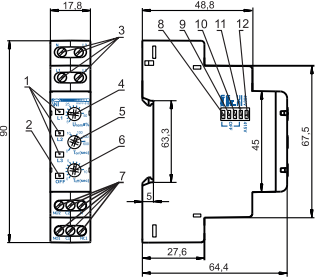

Рисунок 1
- 2) Регулятором **Unom±%** (поз.4 рис. 1) установите необходимый порог срабатывания по максимальному и минимальному напряжению в процентах от номинального напряжения питания сети.
- 3) Регулятором **Toff (sec)** (поз.6 рис. 1) установите время срабатывания защиты.
- 4) Регулятором **Ton(sec)** (поз.5 рис. 1) установите время АПВ.
- 5) Переключателями срабатывания защиты (поз. 8 – 11 рис. 1) включите необходимые защиты.
- 6) Переключателем **400 В / 415 В** (поз. 12 рис. 1) установите тип используемой сети.